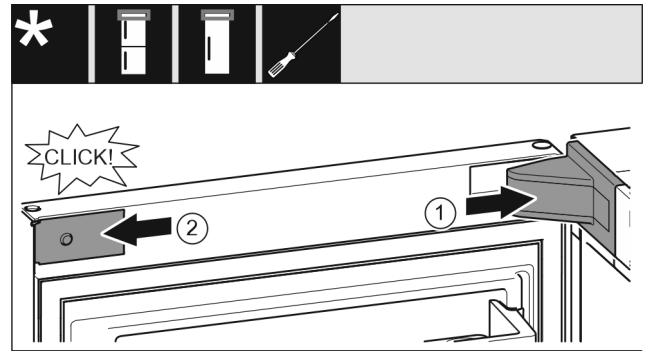

Fig. 21
- ▶ Nasadíte kryt ložiskovej konzoly a zaistíte, príp. opatrne rozťahujete. Fig. 21 (1)
- ▶ Zboku nasadíte a zaistíte kryt. Fig. 21 (2)